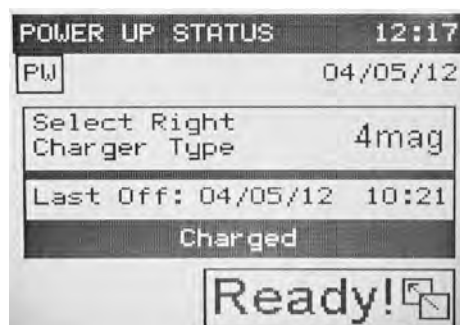
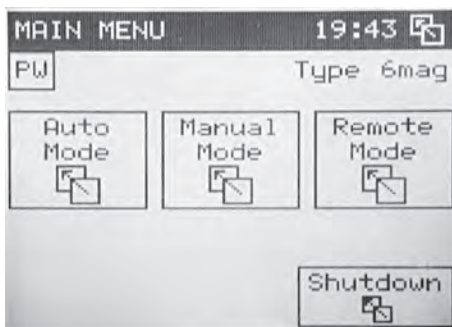

Fig. 26 Estado de preparación para el encendido
Fig. 27 Pantalla del menú principal
Tras finalizar el tiempo de carga establecido (35 min), el estado de carga indicará "Charged" (Cargado). Si el sistema cumple ya la segunda condición –selección de un cargador distinto a "NONE"–, aparecerá en pantalla un botón READY (LISTO) parpadeante (ver Fig. 26). Al pulsarlo, el usuario accederá a la pantalla del menú Principal con un nivel de acceso "COMMON" (común) (ver Fig. 27). En este momento, la unidad estará lista para la mezcla.
- Pulse el botón **Shutdown** (Desconexión) del menú Principal (ver Fig. 27).